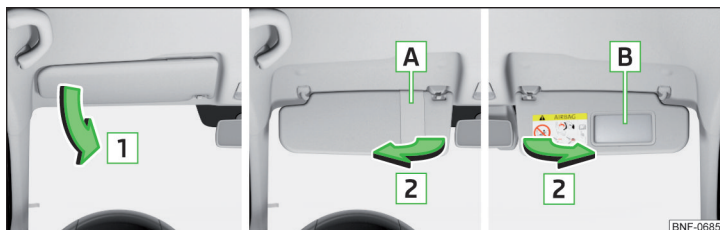

Fig. 46 Solskærm: fører-/passagerside
**Betjening og beskrivelse af solskærm** » Fig. 46